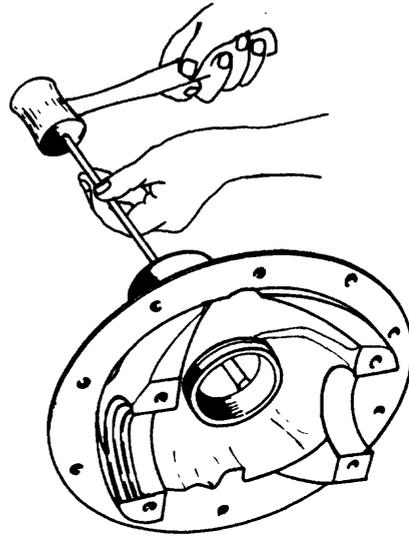

Fig. 3
- c Retire las pistas de rodamiento de la cubierta del diferencial (fig.3).